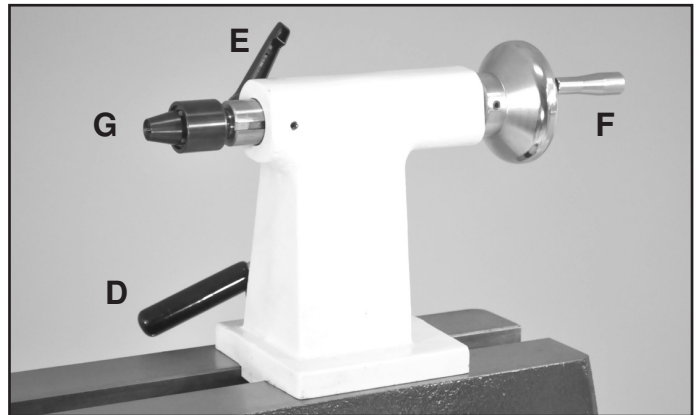

FIG. 5
1. **BLOCAGE DE LA POUPÉE MOBILE:** (Fig. 5, D) Bloque la poupée mobile en place sur la base du tour. Déverrouillez la poignée pour positionner la poupée mobile. Serrez la poignée une fois positionnée.
2. **BLOCAGE DE LA BROCHE :** (E) Verrouille la broche de la poupée mobile en place. Libérez la poignée pour déplacer la broche, ainsi que la pointe, vers l'avant ou l'arrière. Serrez la poignée lorsque la broche est bien placée.
3. **VOLANT DE LA BROCHE :** (F) Le volant avance ou recule la broche de 0 à 3-1/2". La poignée de blocage de la broche (E) doit être desserrée pour déplacer la broche.
4. **POINTE DE LA POUPÉE MOBILE :** (G) Utilisée pour le tournage entre pointes. La pointe (#84) et la broche (#83) ont des alésages MT-2. Retirez la pointe en reculant la broche jusqu'à ce que la pointe se dégage, ou utilisez la barre de dégagement.